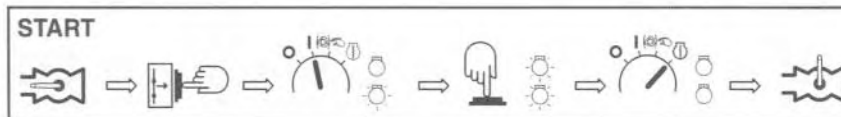

Fig. 3.13 Procedimiento de arranque
1. Que la válvula de regulación (RV) está correctamente ajustada, p.e. empieza a reducir la velocidad del motor cuando se llega a la presión de trabajo preestablecida en el receptor.
2. Compruebe el indicador de vacío del filtro de aire (VI - Fig. 3.13). Si el pistón amarillo alcanza la gama de servicio marcada de color rojo, cambie el elemento del filtro. Reinicie el indicador pulsando el botón de reinicialización.